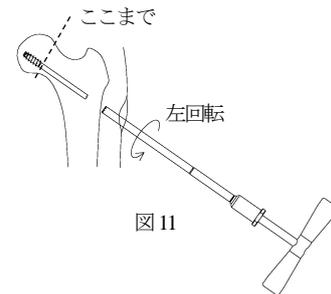

図11
- 1) ハローリーマーでスクリューシャフト部周囲の骨をスレッド手前まで削ります。(図11)